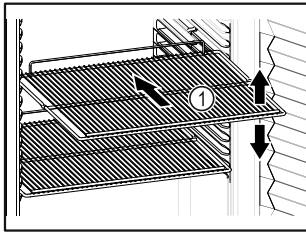

Fig. 59 Immagine a titolo di esempio
- Se è possibile spostare i ripiani Fig. 59 (1), regolarli in altezza.